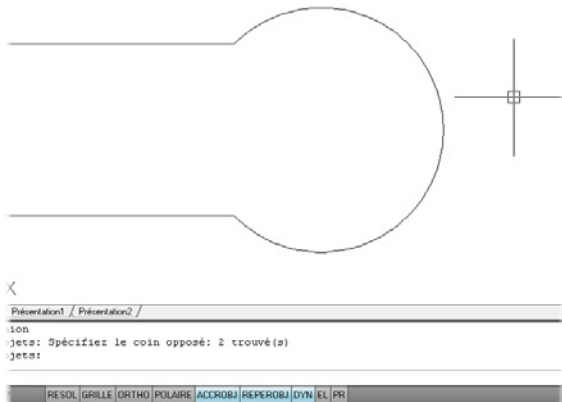

Figure 3.70
3. Tapez la commande **Union**, puis sélectionnez tous les objets et validez (voir Figure 3.70).